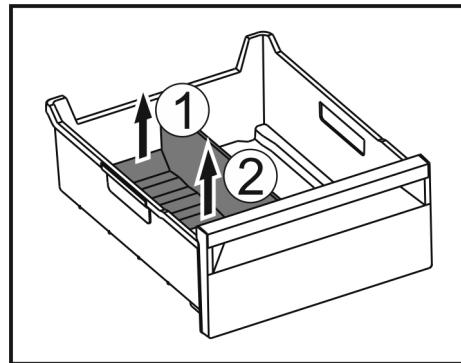

Fig. 99
- ▶ Løft opp baksiden av isrom-deleren. Fig. 99 (1)
- ▶ Ta ut isrom-deleren oppover. Fig. 99 (2)